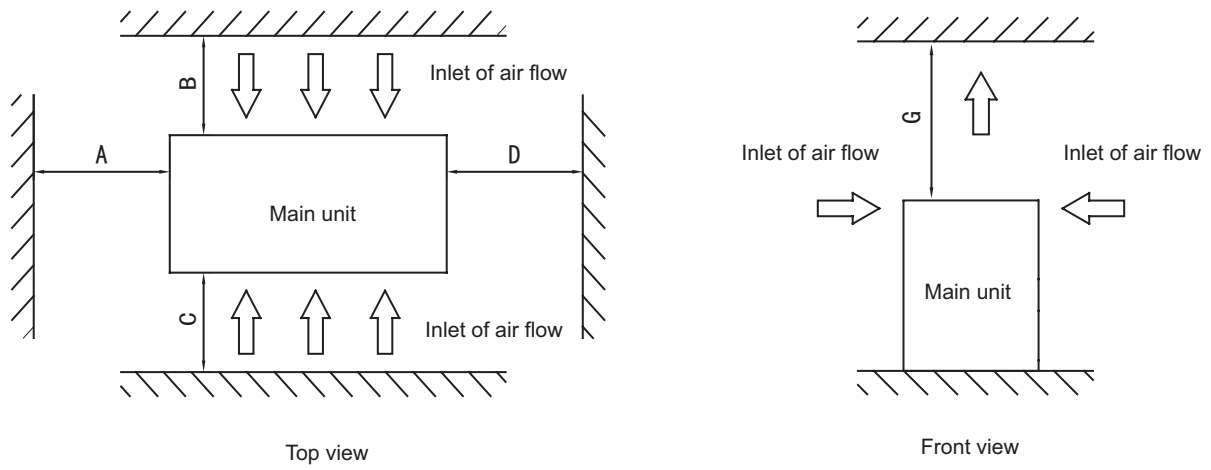
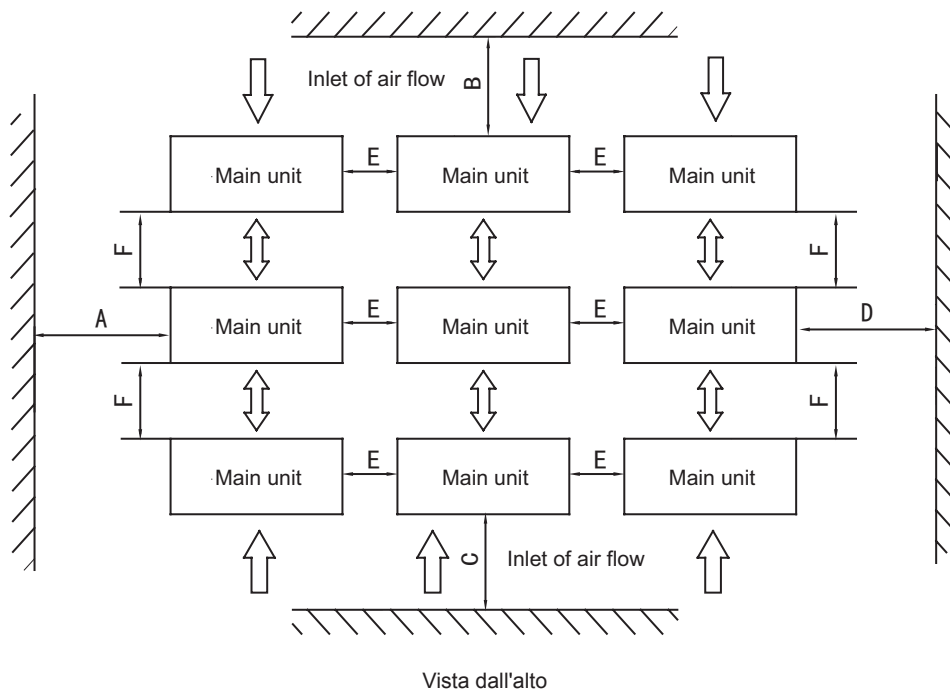

Fig. 6-4 Installazione di unità singole
Fig. 6-5 Installazione di più unità
- Per evitare il ritorno dell'aria verso il condensatore e guasti operativi dell'unità, l'installazione in parallelo di più unità modulari può avvenire seguendo la direzione e le distanze indicate in Fig. 6-4, Fig. 6-5 e nella Tabella 6-2.